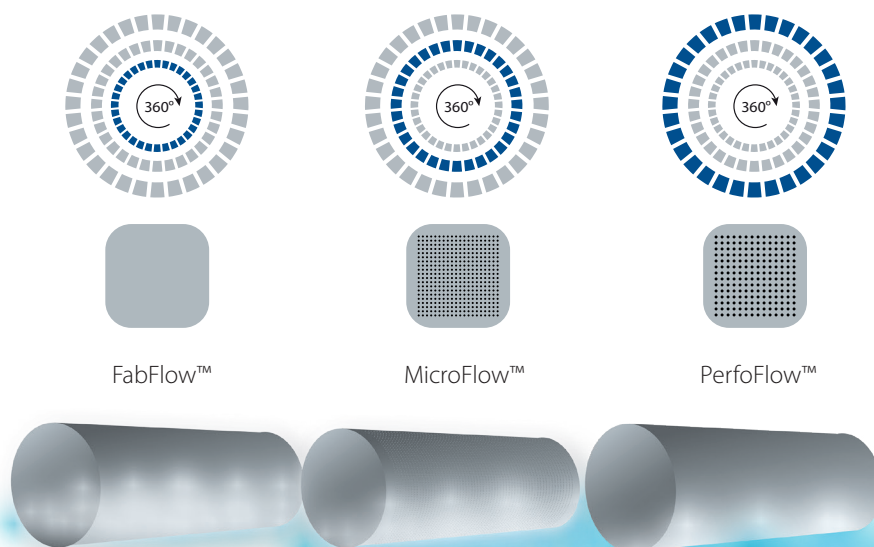

Bild 1. Översikt, diffuserande flödesmodeller.
- För att välja rätt flödesmönster är det ytterst viktigt att förstå det aktuella utrymmets beskaffenhet, särskilt för applikationer som är avsedda att tillhandahålla maximal komfort. Generellt delas flödesmodellerna in i två grupper, diffuserande respektive rikttningsbestämda flöden, se bild 1 och 3.